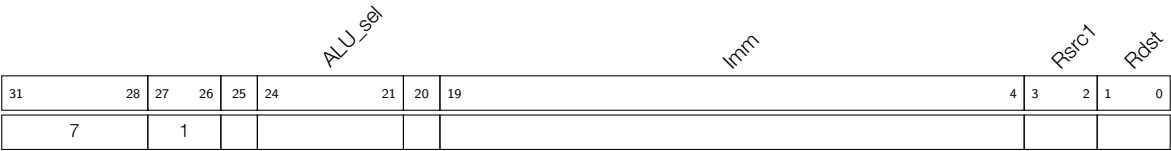

图 27-8. 指令类型 - 对指令立即值的 ALU 运算
如图 27-8 所示，当指令 [27:26] 位设置为 1 时，ALU 将对寄存器 R[0-3] 和指令 [19:4] 位存储的立即值进行运算。运算类型取决于指令的 ALU\_sel [24:21] 位，具体设置方式见表 138。
**Operand 描述** - 见图 27-8